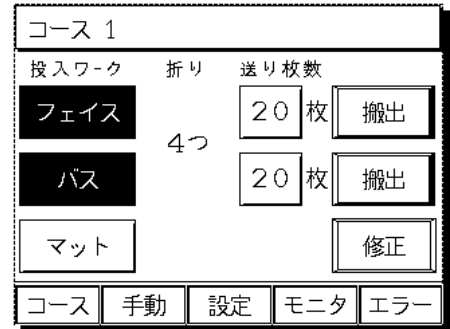

図7-2
7.2.1 コースの選択(図7-2)
- ・ 運転画面(図7-2)の左下の「コース」でコース選択画面(図7-3)に切り替わります。
- ・ 「コース 1~8」のコース選択スイッチを長押しするとキーボードが表示されます。又は運転画面(図7-2)のコース名表示部を長押しするとキーボードが表示されます。(図7-4)
- 1) 投入ワーク(図7-2): 「フェイス」 ・ 「バス」 ・ 「マット」
2) 折り(図7-2): ・